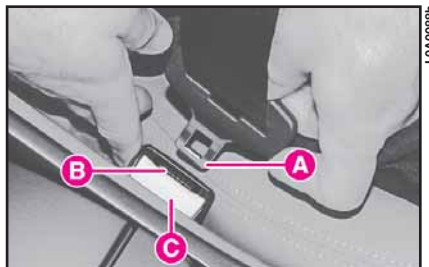

fig. 69
Para abrocharse el cinturón introduzca la patilla de enganche **A** (fig. 69) en la hebilla **B**, hasta que oiga el “clic” de bloqueo.
**No presione el pulsador C (fig. 69) durante la marcha.**